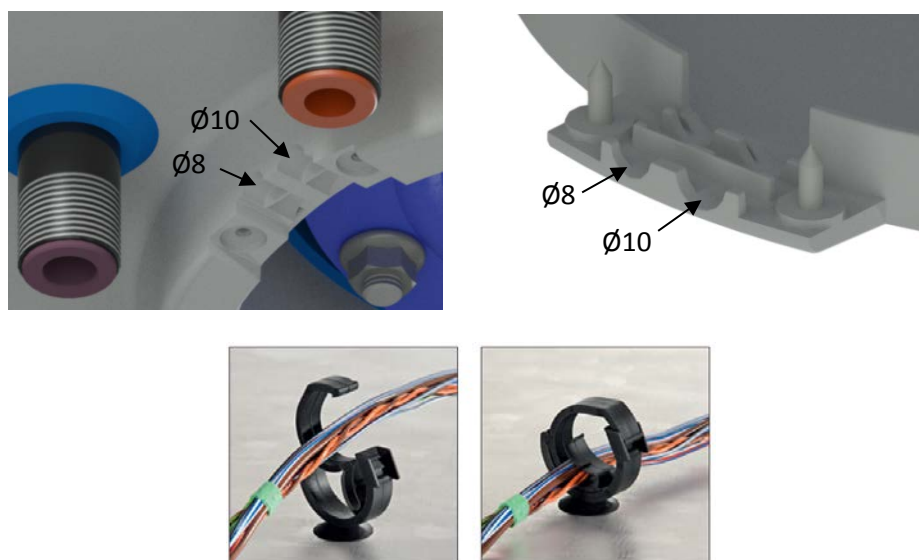
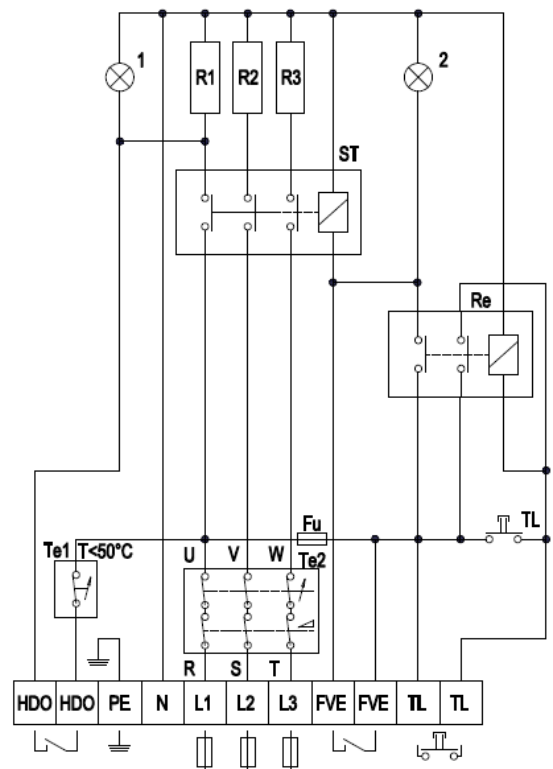

Abbildung 7
Abbildung 8
Der Anschluss ist gemäß Anschlussschema durchzuführen. Der werkseitig vorgenommene Anschluss darf nicht geändert werden! (Abbildung 8). In der Abdeckung der Elektroinstallation ist die Trennscheibe zu entfernen, die dem Durchmesser der Zuleitung  $\varnothing 8$  oder  $\varnothing 10$  (Abbildung 7) entspricht. Die Schutzart der elektrischen Teile des Wassererwärmers ist IP 44. Der Leistungsbedarf der elektrischen Körper beträgt 3x2200W. Für sichere Kabelbefestigung sind im WWS die Kabelhaltern installieren.
- Das Schema des Elektroanschlusses ist dem Warmwasserbereiter auch am Gehäuse der Elektroinstallation (Abbildung 8) beigelegt.